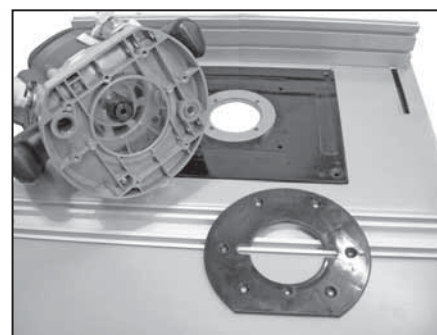

Figure 12
1. Enlever la sous-base fixée à la base de la toupie. Voir la figure 12.